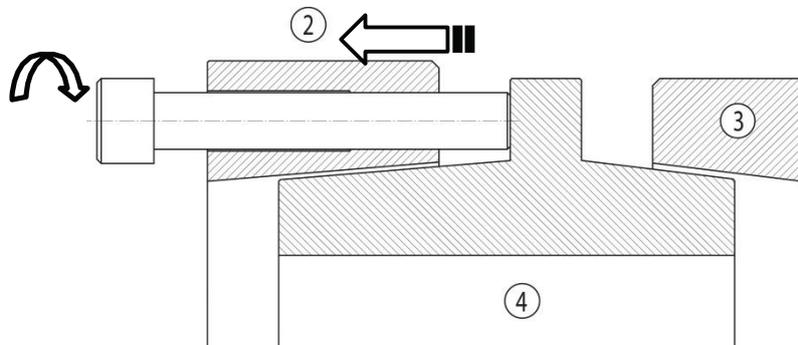

Bild 7
2. Beginnen sie am Schlitz des Spannsatzes die Schrauben anzuziehen. Gehen sie dabei im Uhrzeigersinn vor bis der kurze Klemmring (3) abgedrückt ist.
3. Sobald der kurze Klemmring (3) lose ist schrauben sie so viele Schrauben wie möglich in die Abdrückgewinde des langen Klemmrings (2), wie in Bild 7 dargestellt.